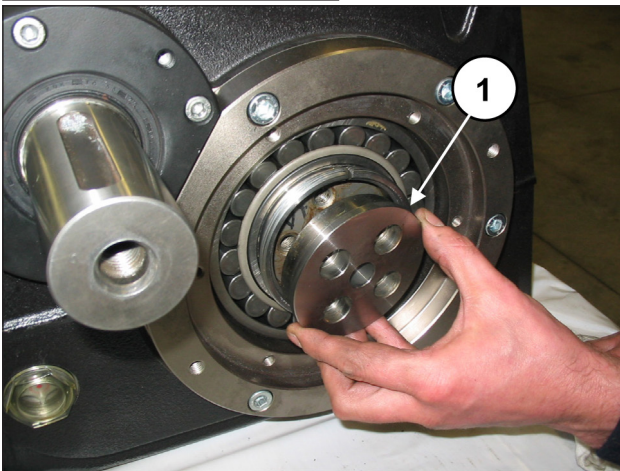

Abb. 79
Setzen Sie die Buchsenflansche in die konischen Buchsen ein (Pos. ①, Abb. 79).